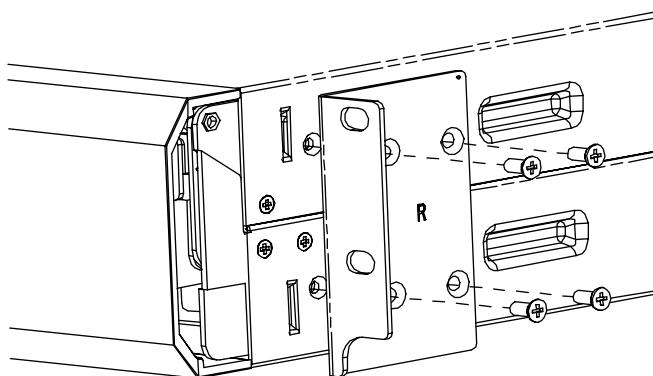

Рис. 4. Крепление монтажного кронштейна
6. Теперь закрепите пары монтажных кронштейнов, входящих в комплект поставки, на боковых частях ИБП и внешних батарей (если используются) в соответствии с рис. 4. Кронштейн с буквой «L» должен находиться слева, с буквой «R» — справа.